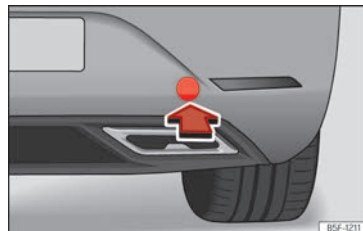

Abb. 224 Auf der rechten Seite des hinteren Stoßfängers: Abdeckung entfernen.
Die Abschleppöse wird in die hinter einer Abdeckung auf der rechten Seite des hinteren Stoßfängers befindliche Aufnahme eingeschraubt »» (Abb. 224).
- Auf den unteren Bereich der Abdeckung »» (Abb. 224) drücken, um die Verrastung zu lösen.